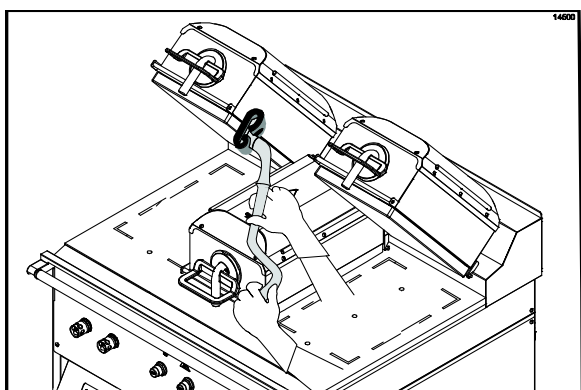

Рисунок 47
29. Очистите внутренние кромки правой и левой верхних плит. (См. рис. 47)